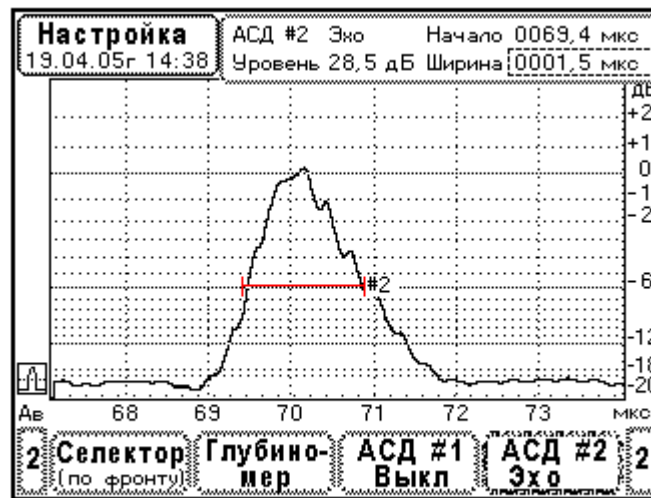

Рис. 10.6.12.1. Определение длительности эхосигнала преобразователя. Преобразователь П121-1,8-50°-14*14. Эхосигнал от отверстия Ø6мм в мере СО-2.
3. Регулируя ширину и сдвиг развертки (меню «Экран») установите эхосигнал по центру экрана и максимально растяните его (Рис. 10.6.12.1.).
3. Регулируя ширину и сдвиг развертки (меню «Экран») установите эхосигнал по центру экрана и максимально растяните его (Рис. 10.6.12.1.). Амплитуду эхосигнала установите на стандартный уровень (0дБ по разметке экрана).
4. Выберите меню «АСД#2». Пользуясь элементами меню, установите положение строба на уровень –6дБ, начало и конец строба совместите с передним и задним фронтами эхосигнала (Рис. 10.6.12.1.). В этом случае ширина строба АСД#2 равна длительности эхосигнала на уровне –6дБ от максимума.